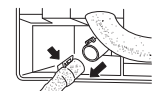

Fig. 2
- Húzza ki az elvezető tömlőt a beltéri egységből hátul bal oldalt. (Fig. 2)